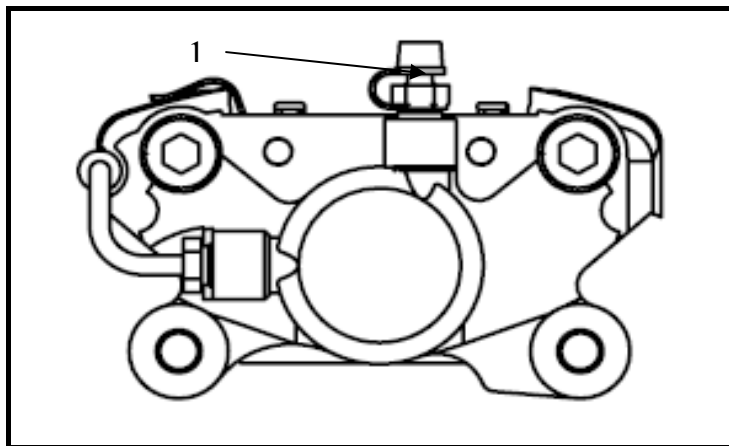

Рисунок 27– Тормозной суппорт
2. Налейте тормозную жидкость в емкость бачка, наденьте трубку на перепускной штуцер 1 (рисунок 27) тормозного суппорта, свободный конец трубки погрузите в тормозную жидкость, залитую в специальную емкость;